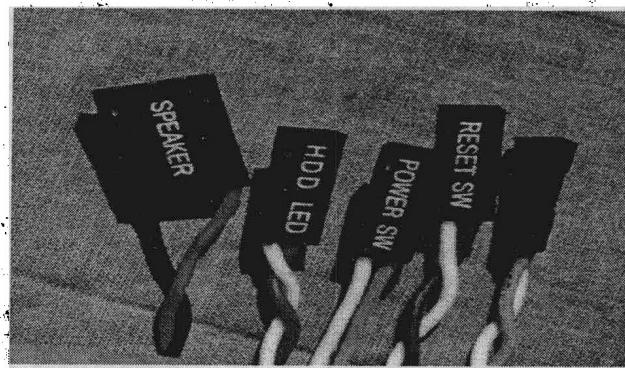

图 1-5 主机前面板插头
- (1) 主机箱底螺丝孔：用来固定主机板。
- (2) 电源托架：用来安装电源。国内市场上的机箱一般都带有电源，不必另外购买。
- (3) 插卡槽：用来固定各种插卡。如显示卡、多功能卡、串行接口、并行接口等。
- (4) 键盘孔：键盘与主机板通过这个圆形孔相连接。
- (5) 驱动器安装架：用来固定软盘驱动器、硬盘、光盘驱动器等。
- (6) 控制面板：主机前面板上有电源开关、复位按钮、主频切换开关、电源指示灯、硬盘工作状态指示灯等。
- (7) 控制面板插头：包括电源指示灯插头、硬盘指示插头、复位按钮插头等。如图 1-5 所示。
- (8) 喇叭：机箱内部固定有一个 8Ω 的喇叭，喇叭上的接线脚插在主机板上。